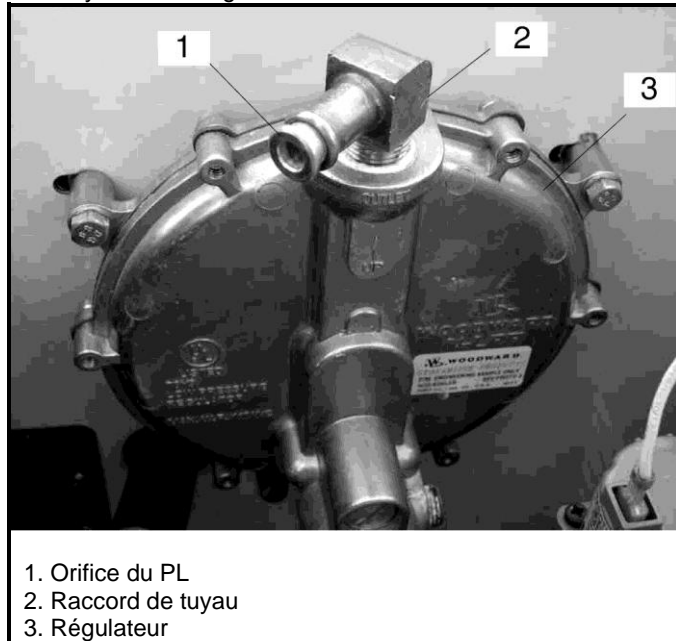

Figure 2.23 : Orifice du PL, RES 18 EC / RES 16 TEC
9. Placer l'orifice dans le raccord de tuyau. Voir la figure 2.23.